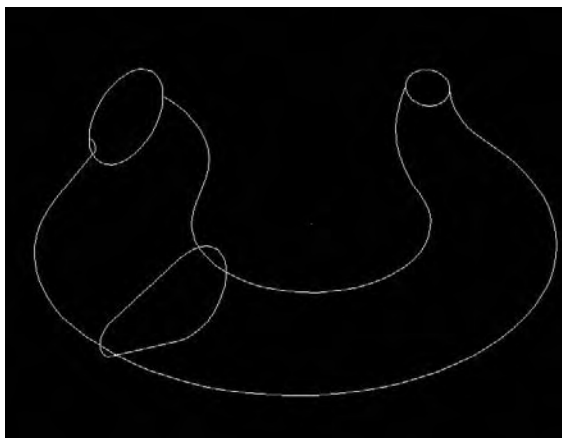

Fig.19.5
- 8 Tournez les coupes de 90° (fig.19.5).